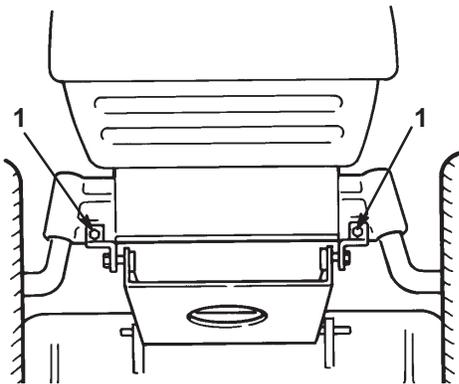

Bild 42
5. Montieren Sie die Schneidwerk-Schwenkbügel mit Schrauben und Sicherungsmuttern an der Vorderachse (Bild 42).